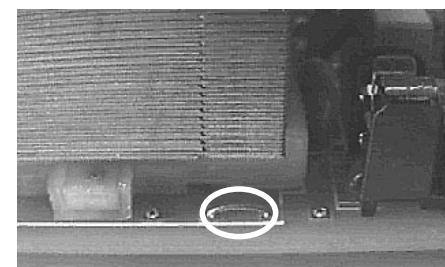

Fig. 2
Para que el equipo funcione con una tensión de 230V deberá estar hecho únicamente el puente de la ilustración 2.
*For an auxiliary supply of 230 V only the jump labeled in figure 2.*